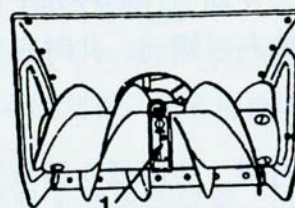

图 26
3. 清洁管塞周围区域。(图 26)
4. 取下管塞。(图 26)